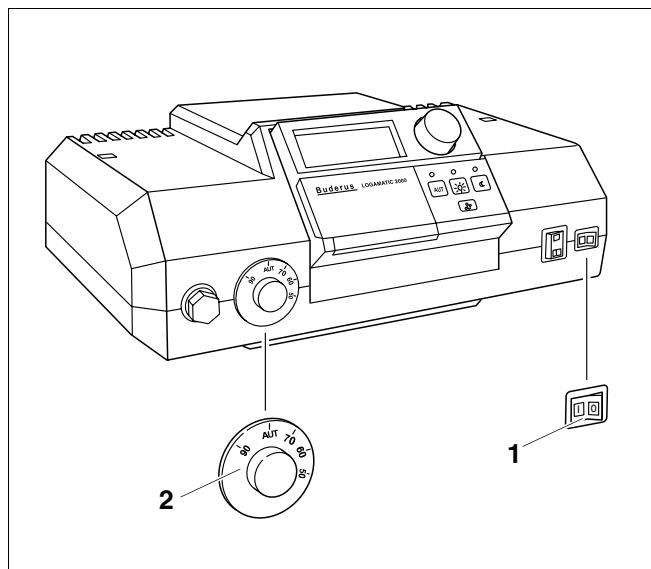

Рис.3 Система управления (здесь: Logamatic 2000)
Включите котел пусковым выключателем на системе управления (например (рис. 3): на системе управления серии 2000). При включении системы управления запустите автоматически горелку. Затем горелка может стартовать от системы управления. Дальнейшую информацию по этому вопросу Вы найдете в соответствующих инструкциях по эксплуатации системы управления и горелки.
- Установите регулятор температуры котловой воды (рис. 3, **поз. 2**) в положение "AUT".
- Установите пусковой выключатель (рис. 3, **поз. 1**) в положение "I" (ВКЛ).
Выключите котел пусковым выключателем на системе управления (например (рис. 3): на системе управления серии 2000). При выключении системы управления автоматически выключается горелка.
- Установите пусковой выключатель (рис. 3, поз. 1) в положение "0" (ВЫКЛ).